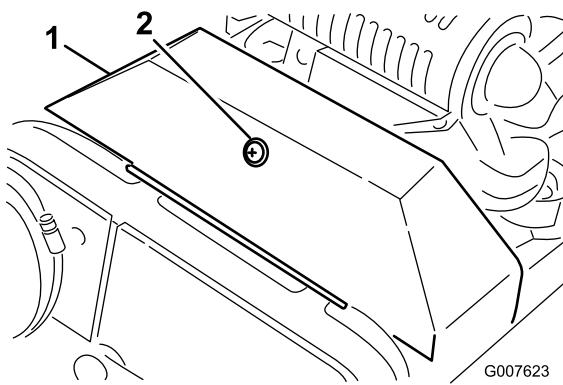

Figura 33
- Afloje el retenedor que sujeta la cubierta de las correas en V y abra la cubierta (Figura 33).
2. Afloje el retenedor que sujeta la cubierta de las correas en V y abra la cubierta (Figura 33).